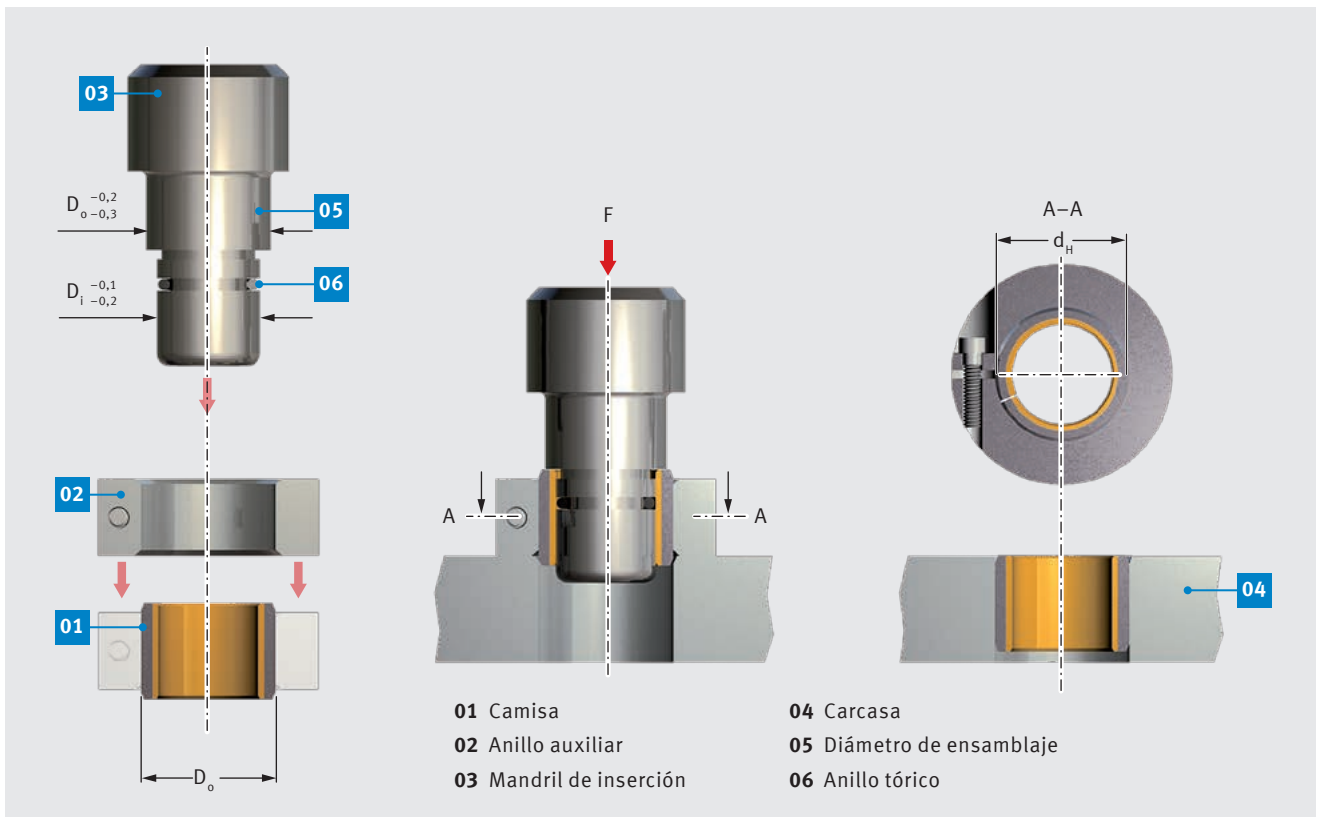

Fig. 54: Inserción a presión de camisas,  $D_o \geq 55$  mm, con anillo auxiliar
- inserción a presión con mandril y anillo auxiliar según la Fig. 54.